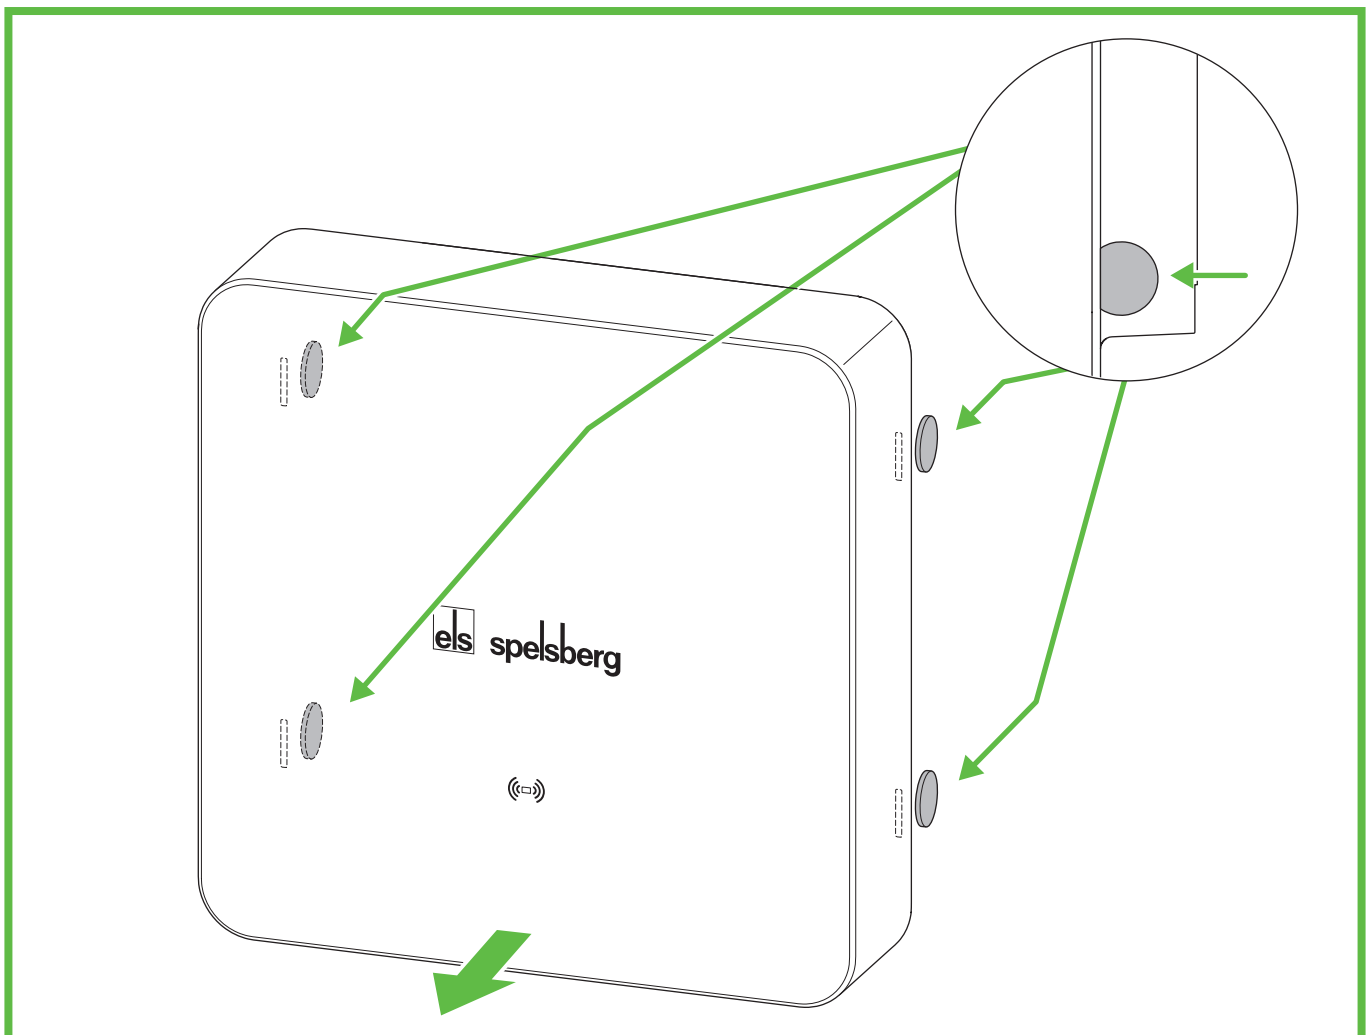

Abb. 21: Demontage Designcover
- ▶ Entriegeln Sie das Designcover mit den Chips (Abb. 21). Führen Sie dazu die Chips auf der Rückseite bis zum Anschlag in die vorgesehenen Entriegelungsöffnungen ein.